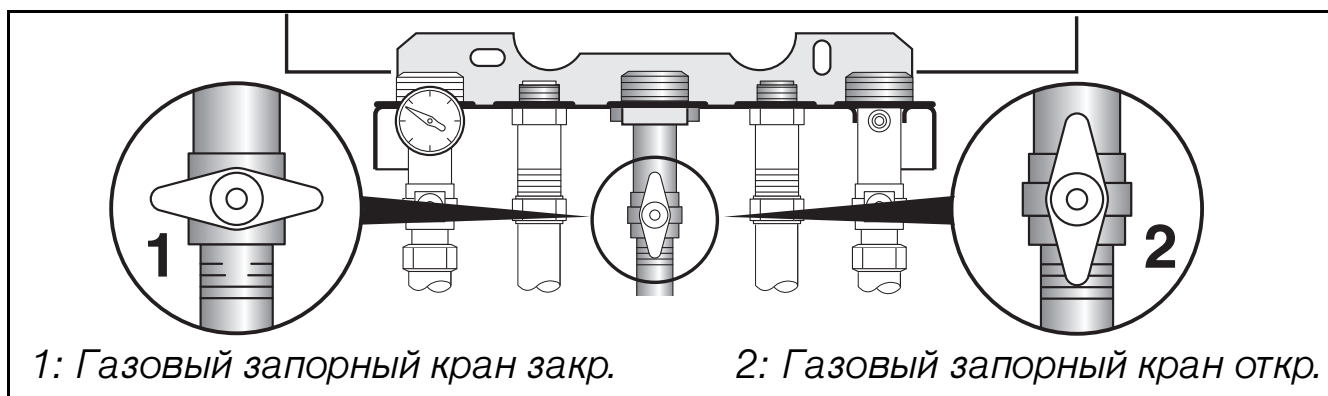

Рис. 6 Газовый запорный кран
- Закрыть газовый запорный кран по часовой стрелке (рис. 6, поз. 1).